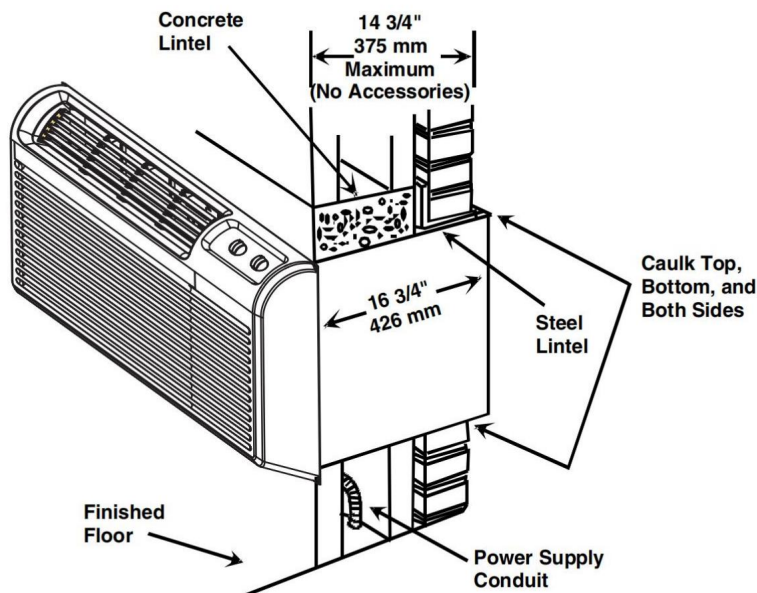

Figure 6
8. Après l'installation, ajoutez du matériau d'étanchéité et du matériau isolant dans les fissures autour du manchon, qui peuvent être ajoutés à l'aide d'un tournevis plat ou d'un couteau à mastic. Voir la figure 6 pour un exemple de construction.